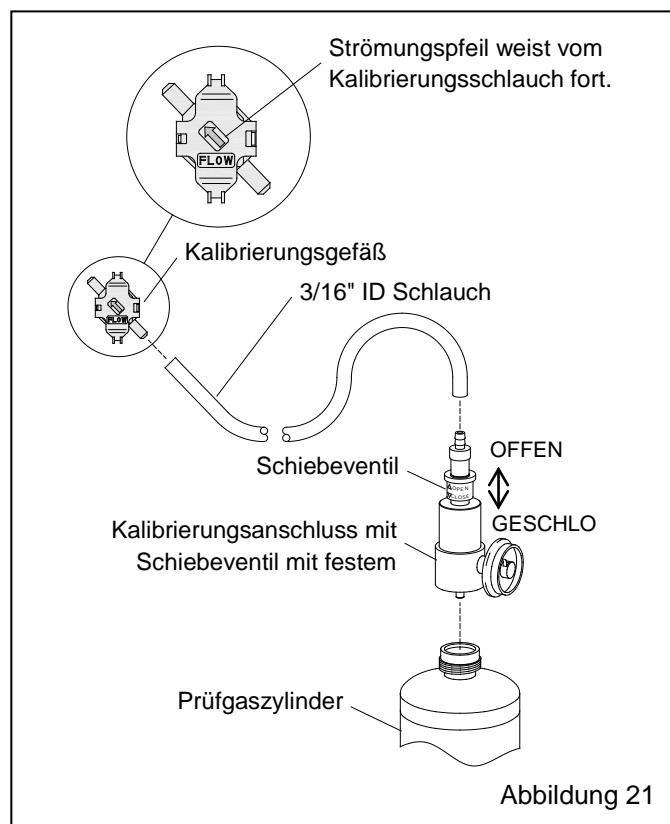

Abbildung 21
5.3 Reglerventil des Kalibrierungsanschlusses für die Kalibrierung vorbereiten – Abbildung 21
5.3.3 Das andere Ende des 3/16" Schlauchs auf die Einlassspitze des Kalibrierungsgefäßes führen. **HINWEIS: Das Kalibrierungsgefäß (schattiert in Abbildung 21) weist eine gerichtete Strömung auf. Der Strömungsrichtungspfeil zeigt die Richtung des Luftstroms an.** Der Schlauch wird auf die Spitze am unteren Ende des Strömungspfeils geführt, wie
5.3.4 Sicherstellen, dass das Schiebeventil GESCHLOSSEN wird, indem es zum Prüfgaszylinder hin geschoben wird, wie in Abbildung 21 dargestellt.
5.6.6 Das Schiebeventil des Anschlusses öffnen, indem es in die Position OFFEN (vom Zylinder fort) gestellt wird. Siehe Abbildung 21.
5.7.9 Das Schiebeventil des Anschlusses öffnen, indem es in die Position OFFEN (vom Zylinder fort) gestellt wird. Siehe Abbildung 21.